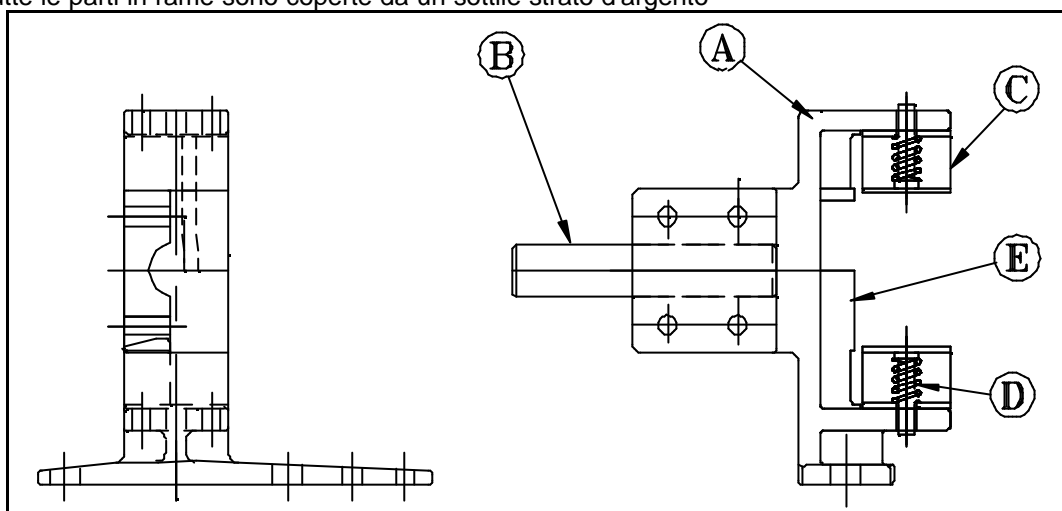
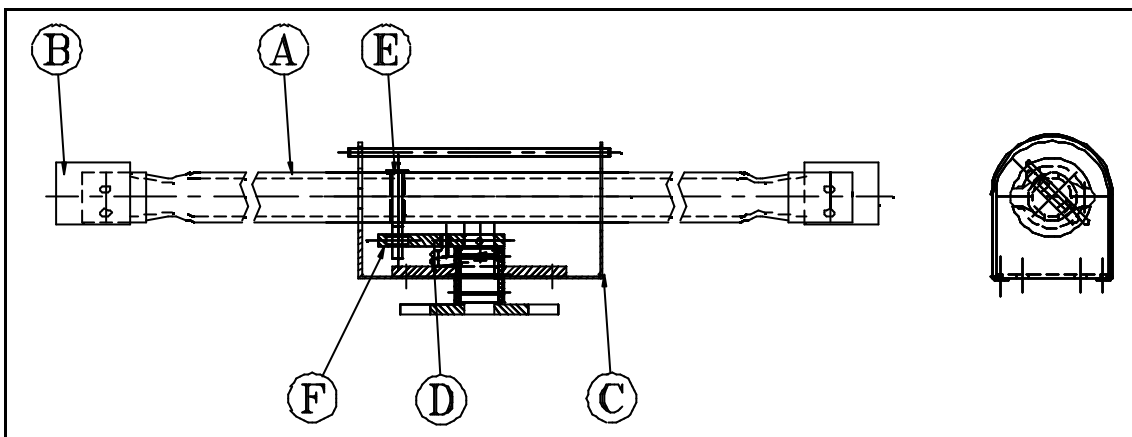

Fig. 2.3
Fig. 2.4
Ciascun polo è provvisto di due contatti fissi (Fig. 2.3) montati sugli isolatori laterali. I due contatti vengono convenzionalmente chiamati "sinistro" e "destra" e si differenziano tra loro soltanto per la posizione degli "agganci" (Fig. 2.3-E) per il braccio mobile.
Ciascun contatto fisso è formato da una fusione in lega di alluminio (Fig. 2.3-A) che funge da supporto per le parti in rame:
- il terminale di attacco (Fig. 2.3-B) cilindrico;
- le due dita di contatto (Fig. 2.3-C), in piatto sagomato in modo tale da ottenere un incremento della pressione durante un eventuale cortocircuito.
La pressione di contatto, a sezionatore chiuso, è assicurata da molle (Fig. 2.3-D) di acciaio inossidabile con un carico nominale di lavoro di circa 15 Kg.
Il braccio mobile (Fig. 2.4) di ciascun polo è costituito da un tubo (Fig. 2.4-A) in rame alle cui estremità, opportunamente pressate, sono fissati i contatti mobili (Fig. 2.4-B) in piatto di rame argentato.
Il tubo viene tenuto in guida, su cuscinetti in materiale antifrizione, dalla scatola centrale (Fig. 2.4-C) fissata all'isolatore rotante. Tale scatola, in acciaio inossidabile stampato, contiene il meccanismo che determina il particolare movimento del braccio di cui si è già fatto cenno:
- a sezionatore aperto una molla (Fig. 2.4-D) mantiene i contatti mobili inclinati di 45°: tale disposizione è determinata da un bullone di finecorsa già regolato in fabbrica;
- durante la manovra di chiusura il braccio si mantiene solidale all'isolatore centrale fino a quando i contatti mobili non toccano quelli fissi: la ulteriore rotazione dell'isolatore si traduce, grazie ad una leva (Fig. 2.4-F) e ad un perno snodato (Fig. 2.4-E), in un movimento rotatorio del braccio attorno al suo asse longitudinale;
- a chiusura ultimata i contatti mobili vengono a trovarsi in posizione verticale ed all'interno degli "agganci" (Fig. 2.3-E) ricavati sui contatti fissi per cui sono impossibili aperture accidentali del sezionatore.
- verificare che i contatti mobili (Fig. 2.4-B) tocchino simultaneamente i rispettivi contatti fissi e che l'imbocco sia centrato; in caso contrario è necessario giocare sui laschi esistenti tra i fori e le viti di fissaggio ed eventualmente spessorare con rondelle a C.
2. Portare e mantenere in posizione di chiuso il braccio mobile; in tale posizione i contatti mobili (Fig. 2.4-B) devono essere perfettamente verticali e all'interno degli agganci (Fig. 2.3-E) situati sui contatti fissi (N.B.: la posizione di chiuso può essere mantenuta, per esempio con l'ausilio di comuni morsetti montati in modo da tenere bloccata la base rotante).